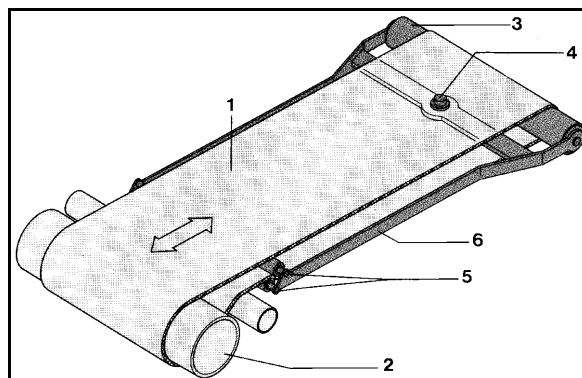

Fig. 74
Bottenmattan (Fig. 74/1) har den egenheten, vid t ex körning på sidolutningar eller vid ensidig belastning, att de vandrar i sidled. Bottenmattan arbetar sig då i utåt. **AMAZONE ZG-B** har en automatisk bandstyrning som förhindrar detta.
Bottenmattan är inspänd i den automatisk bandstyrning mellan drivrullen (Fig. 74/2) och styrrullen (Fig. 74/3) Drivrullen är fast monterad i chassit, men styrrullen kan svänga runt tappen (Fig. 74/4) Dessutom styrs bottenmattan av två extra ledrullar (Fig. 74/5) som är förbundna med styrrullen via en ram (Fig. 74/6).
1. Lossa de bakre kontramuttrarna (sett i körriktningen, se pil) på båda sidor (Fig. 74/1), genom att skruva åt vänster.
2. Dra åt de båda främre muttrarna (sett i körriktningen, se pil) (Fig. 74/2) lika mycket åt vänster.